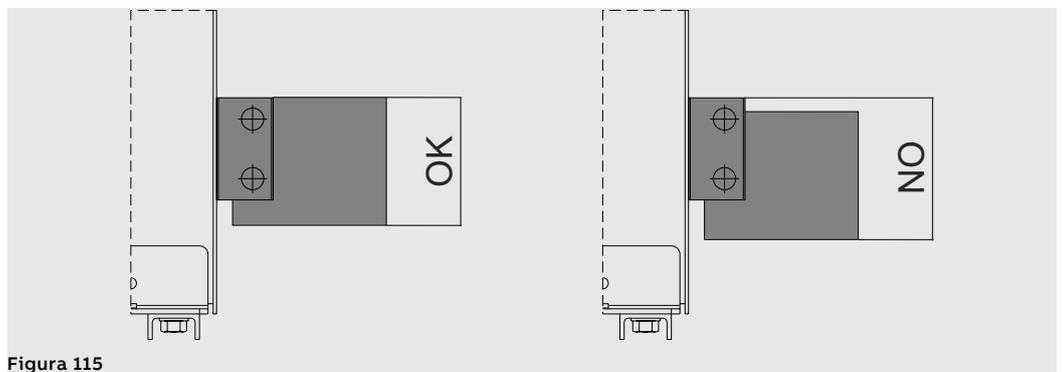

Figura 115
- Garantire il massimo utilizzo della superficie del terminale. Vedi esempio Figura 115.